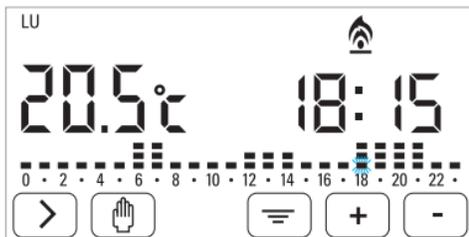
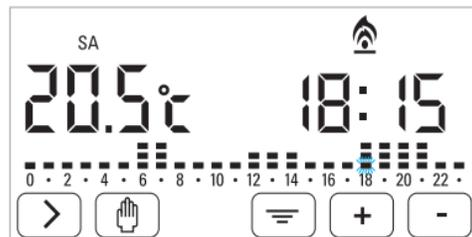

fig. 10
fig. 11
4.2 Programma di Riscaldamento per i giorni da Lunedì a Venerdì fig.10 e per il Sabato, Domenica fig.11;